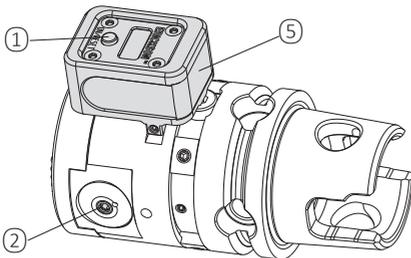

Fig. 2
Cambio de la batería (Fig. 2, 4)
Para sustituirla, retire el compartimento de batería ⑤ (Fig. 2, 4) de la unidad de visualización, quite la batería antigua y deséchela apropiadamente. Introduzca la batería nueva de manera correcta, Fig. 4. A continuación, deslice el compartimento de batería por completo dentro de la unidad de visualización.